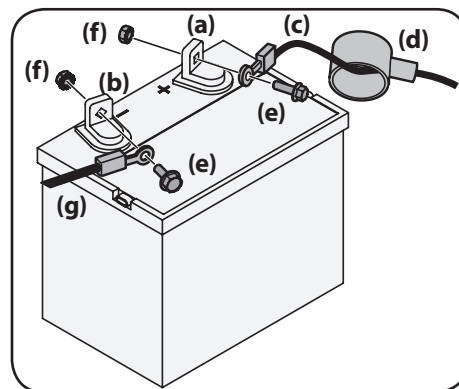

Figure 2-18
2. Retirez le protecteur en plastique rouge (d), si équipé, de la borne positive (a) de la batterie et branchez le câble rouge (c) à la borne positive (a) avec un boulon (e) et un écrou hexagonal (f). Voir Figure 2-18.
4. Branchez le câble noir (g) à la borne négative (b) de la batterie avec un boulon (e) et un écrou hexagonal (f). Voir Figure 2-18.